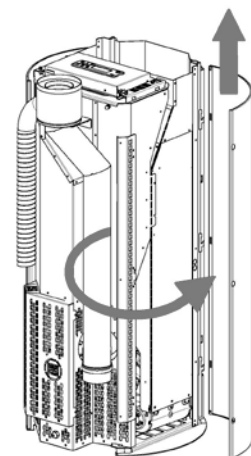

Fig. 29 - Verwijdering van de flank
- Open de flank en haak deze los uit de tanden (zie Fig. 29).